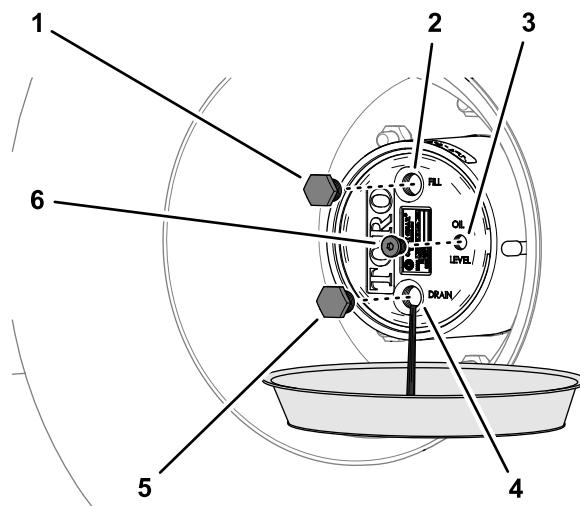

Рисунок 86
- Установите сливной поддон под узел планетарного редуктора привода, снимите пробку сливного отверстия, пробку заливочного отверстия и дайте маслу полностью стечь (Рисунок 86).